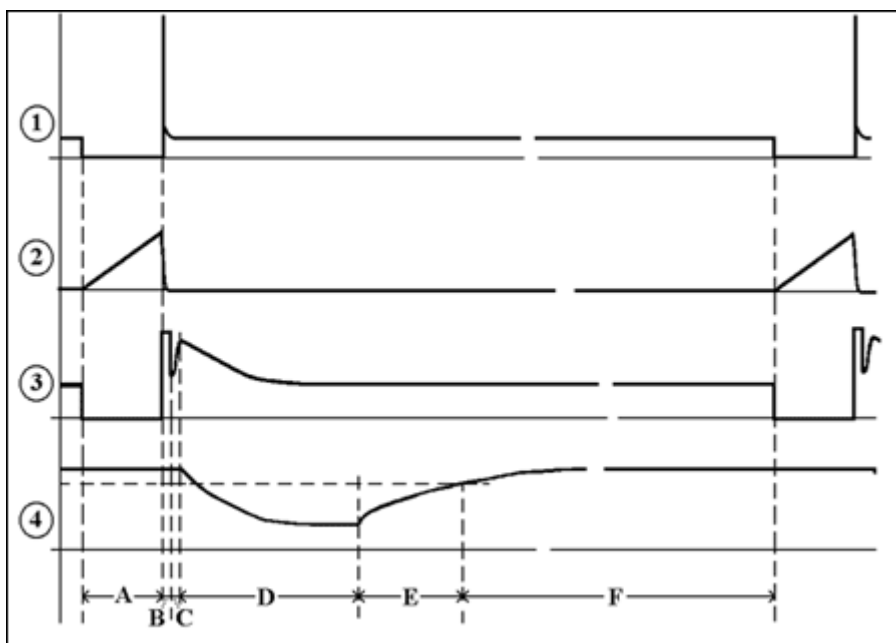

Рис.4. Осциллограммы.
Для разъяснения принципа работы описываемого импульсного металлоискателя на рис.4 приведены осциллограммы сигналов в наиболее важных точках прибора.
3. С помощью подстроечного резистора R7 добиться такой балансировки усилительного тракта, чтобы осциллограмма на выводе 7 D1.4 соответствовала осциллограмме 4 на рис.4. При этом необходимо следить за тем, чтобы сигнал в конце интервала D был неизменным, т.е. осциллограмма в этом месте должна быть горизонтальной.